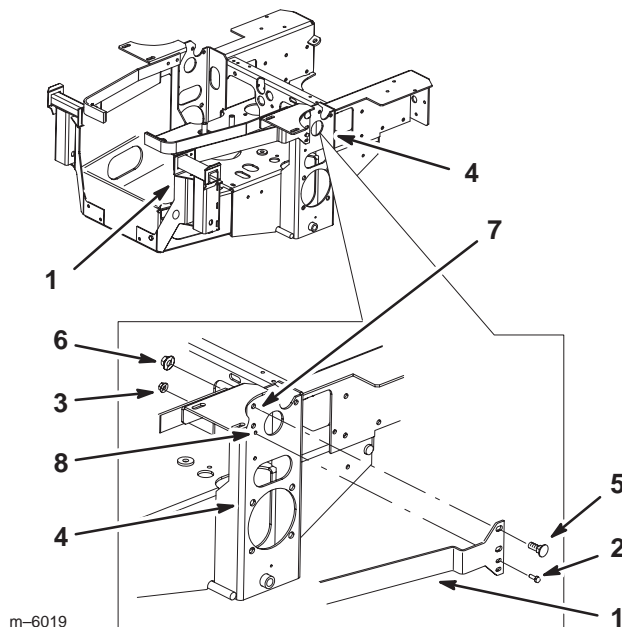

Figure 11
2. A l'aide du trou de 6 mm existant dans le cadre latéral, d'1 boulon (1/4 x 3/4") et d'1 écrou à collerette (1/4"), montez le support de fixation du dispositif de ramassage, sans le serrer, sur le cadre latéral (Fig. 11).
3. A l'aide des deux trous percés dans le cadre latéral, de 2 boulons de carrossier (3/8 x 7/8") et de 2 écrous à collerette (3/8"), montez le support de fixation du dispositif de ramassage, sans le serrer, sur le cadre latéral (Fig. 11).
4. Serrez le support de fixation du dispositif de ramassage sur le cadre latéral (Fig. 11). Reportez-vous au tableau des couples de serrage.